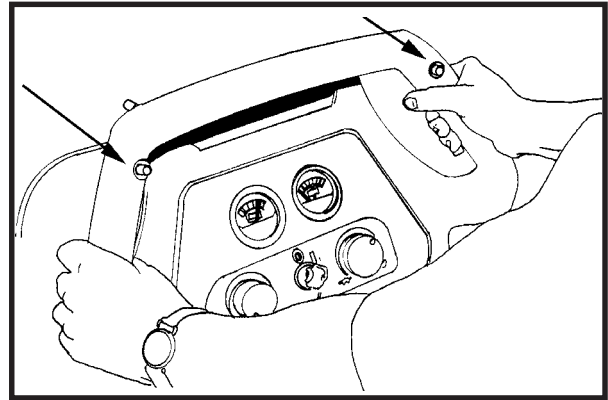

Abb. 2
9. Während Sie auf den rechten oder linken Vorwärts-/Rückwärts-Schalter drücken, wird sich die Maschine vorwärtsbewegen. Siehe Abb.2.